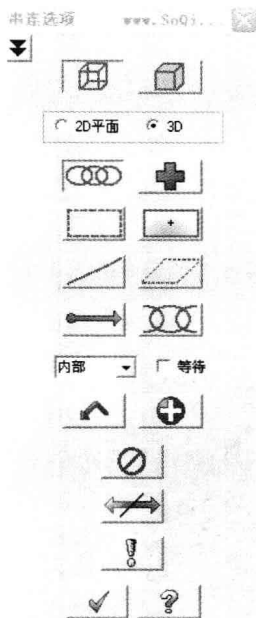
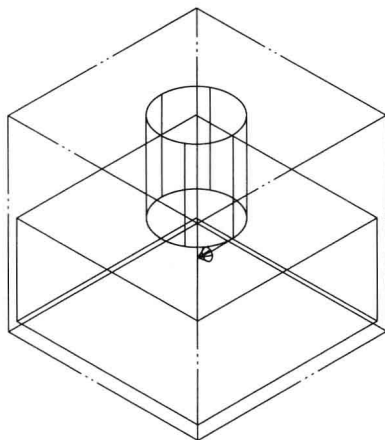

图 1.12 挖槽刀具路径对话框
图 1.13 选取矩形线和圆
(4) 点击菜单刀具路径、挖槽刀具路径，出现如图 1.12 对话框，提示选取元素，选取图中矩形线，出现箭头后再选取圆，如图 1.13 所示，回车。